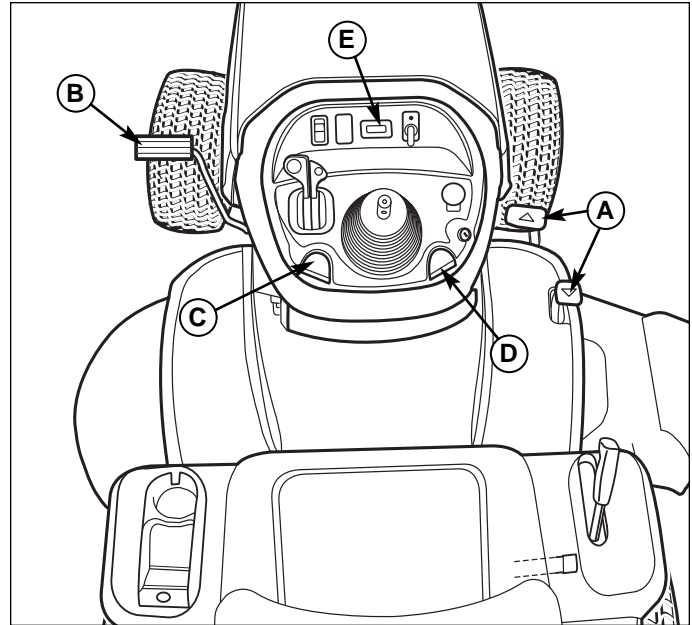

Figure 1. Embrayage du frein de stationnement
**Appliquer le frein de stationnement** - Voir Figure 1. Pour bloquer le frein de stationnement, relâcher les pédales de vitesse de déplacement (A), appuyer complètement sur la pédale de frein (B), tirer le bouton de frein de stationnement (C) et relâcher la pédale de frein.
**Relâcher le frein de stationnement** - Voir Figure 1. Pour relâcher le frein de stationnement, appuyer complètement sur la pédale de frein (B).
1. Tirer sur le bouton de régulateur de vitesse (D, Figure 1).
2. Appuyer sur la pédale de déplacement en marche avant (A).
3. Lever le bouton de régulateur de vitesse (D) une fois que la vitesse souhaitée est atteinte. Le régulateur se bloque dans l'une de ses cinq positions de verrouillage.
Le compteur horaire (E, Figure 1) mesure la durée pendant laquelle la clé est en position MARCHE.